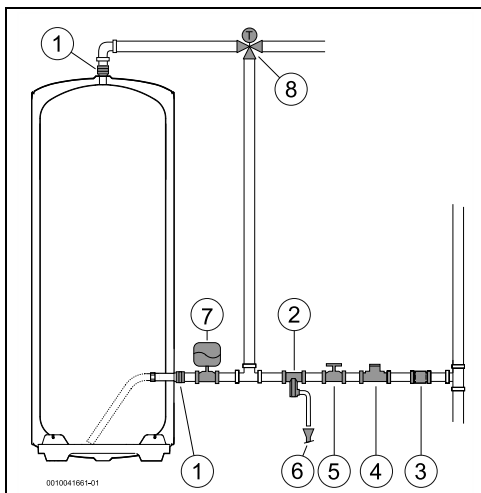

Fig. 7 Conexión de agua (300)
- ▶ Cerrar la válvula de cierre de agua (→ fig. 7, [5]).
- ▶ En caso de usar tubos PEX, instalar una regulación termos-tática (fig. 7, [8]) en la tubería de salida del aparato. Ajustarla para cumplir con el rendimiento del material usado.
- ▶ instalar una válvula de reducción de presión (Fig. 7, [4]). La válvula de seguridad se activará siempre que la presión del agua en el aparato sea superior a 8 bar ( $\pm 0,5$  bar), en este caso deberá existir la posibilidad de desviar el agua.
- ▶ instalar un vaso de expansión (Fig. 7, [7]) para evitar que la válvula de seguridad se abra con tanta frecuencia. El volumen del vaso de expansión debe ser equivalente al 5% del volumen del dispositivo.